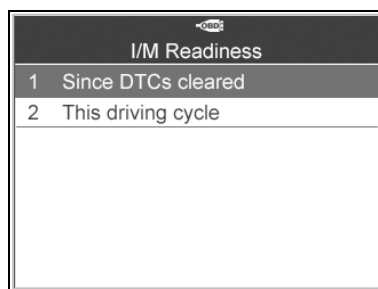

Figure 6.14
- 3) Si le véhicule prend en charge les deux types de tests, alors les deux types s'affichent à l'écran en vue de la sélection. (Figure 6.14)